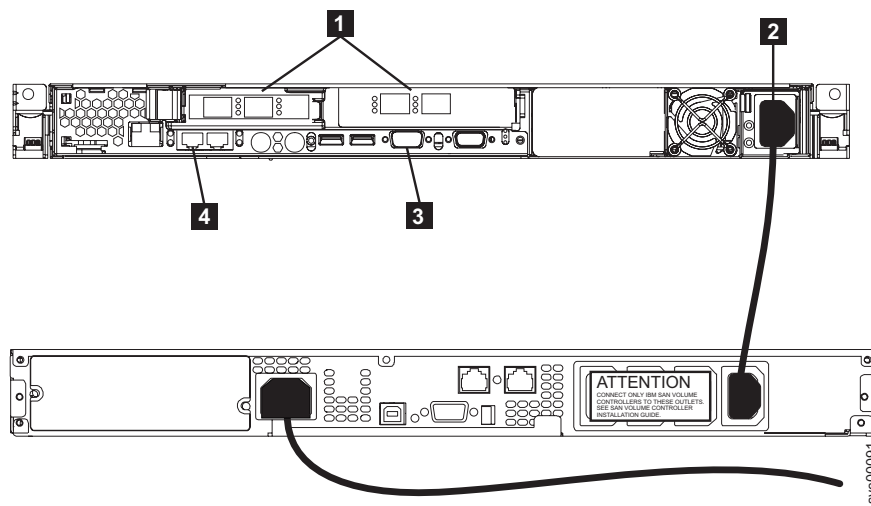

Figure 1. Cordon d'alimentation et interfaces de connexion du SAN Volume Controller 2145-8F2 et de l'UPS 2145-1U
2. Assurez-vous que le cordon d'alimentation **2** est connecté à la prise femelle du segment de charge de l'UPS 2145-1U. Assurez-vous également que l'autre extrémité du cordon d'alimentation de l'UPS 2145-1U relie ce dernier au point de distribution de l'armoire. La Figure 1 illustre les connecteurs du SAN Volume Controller 2145-8F2 et l'UPS 2145-1U.